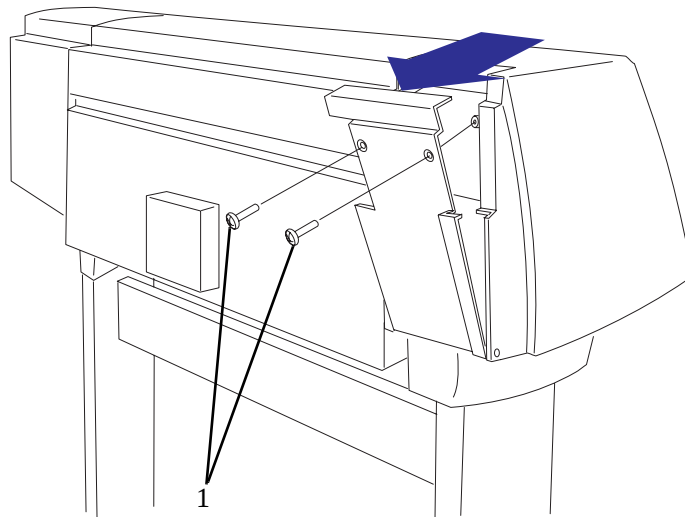

図 56 : 左側カバーの背面
- 7 2本のT15のネジ (部品1) を外して、左側カバー背面の扉を開けます (図56参照)。